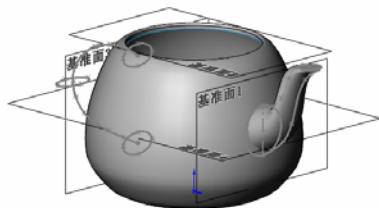

图 8-133 设置视图方向后的图形
⑫ 设置视图方向。单击“标准视图”工具栏中的“等轴测”图标, 将视图以等轴测方向显示。结果如图 8-133 所示。